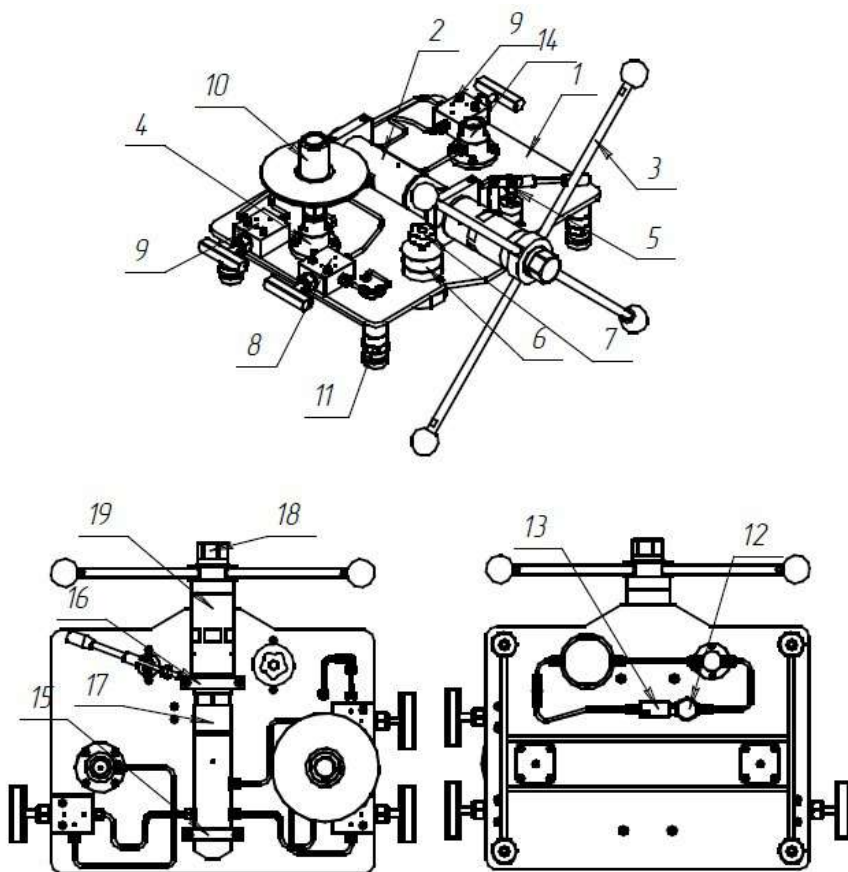
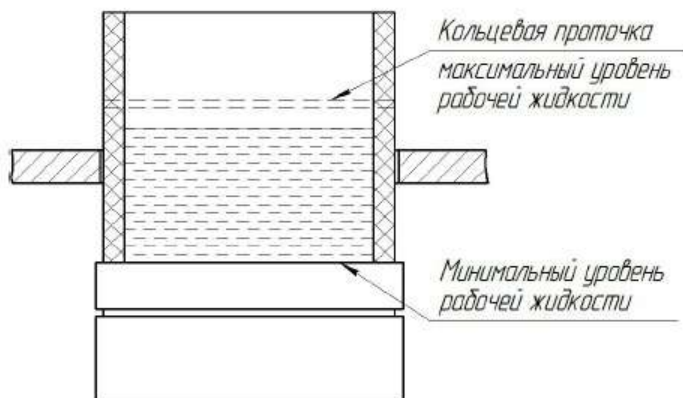

Рисунок 1.3 — Общий вид манометра
Рисунок 2.1 — Определение уровня рабочей жидкости
Основание 1 (рисунок 1.3) прибора выполнено в виде стальной плиты, снабженной четырьмя регулируемыми опорами 11. На основании размещены: стакан 6 для рабочей жидкости, ручной насос 5 для заполнения системы и создания предварительного давления, пресс 2 для создания высокого давления и его плавного регулирования, фильтр 12 для очистки рабочей жидкости, обратный клапан 13, стойка ИПС 4 и стойка для поверяемого СИ 14. Опционально в УСД может устанавливаться вентиль стойки 9 на одну или обе стойки.
Измерительная поршневая система (далее ИПС) и поверяемое средство измерения (далее СИ) устанавливаются на стойки 4 и 14 (рисунок 1.3) УСД непосредственно или через трубку, или переходник.
Для выставления вертикального положения ИПС служат регулируемые опоры 11 (рисунок 1.3) на основании 1. Плавная регулировка давления осуществляется вращением штурвала 3. Рабочая жидкость к узлам прибора подается по соединительным трубкам присоединенных при помощи фитингов. Для повышения надежности прибора, а также для предотвращения повреждения манометра, в гидравлическую схему включен фильтр 12 для очистки рабочей жидкости.
щая регулируемые опоры 11 (рисунок 1.3). Рекомендуется закрепить УСД на столе с помощью винтов (в комплект поставки не входят).
2.2.3.5 Установите корпус ИПС вместе с цилиндром и переходником на стойку 4 (рисунок 1.3) и подтяните гаечным ключом для уплотнения их соединения.
2.2.5 Залейте рабочую жидкость в стакан до уровня, не превышающего максимального (рисунок 2.1). Вентиль сброса давления 7 (рисунок 1.3) в стакан для рабочей жидкости пока не устанавливайте.
2.2.7 Установите вентиль сброса давления 7 (рисунок 1.3) в стакан для рабочей жидкости и закройте его небольшим усилием.
2.2.8 На стойку для поверяемых СИ 14 (рисунок 1.3) при необходимости установите переходник (пример на рисунке 1.7), предварительно открыв вентиль сброса давления 7.
2.2.9 Плавными движениями ручного насоса 5 (рисунок 1.3) закачивайте рабочую жидкость в систему, следя за тем, чтобы она не выплескивалась из корпуса ИПС и отверстия переходника (стойки), постоянно контролируя уровень рабочей жидкости в стакане 6 (в случае необходимости долить). Когда уровень рабочей жидкости в отверстии переходника (стойки) поднимется до верхней кромки, то перекройте вентилем стойку. Продолжайте прокачивать рабочую жидкость до тех пор, пока она не появится в канале цилиндра ИПС.